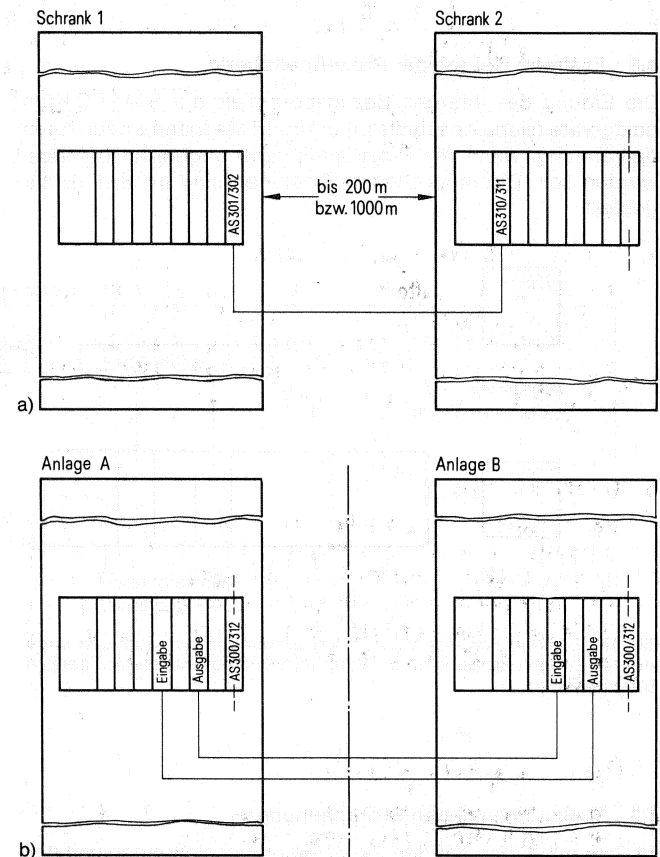

Bild 17 Signalaustausch bei dezentralem Aufbau
- Räumlich getrennte Anordnung (bis 200 m) von Zentral- und Erweiterungsgeräten mit Kopplung über Anschaltungen 301/310 (Bild 17 a).
- Räumlich getrennte Anordnung (bis 1000 m) von Zentral- und Erweiterungsgeräten mit serieller Kopplung über Anschaltungen 302/311 (Bild 17 a).
- Signalaustausch zwischen getrennten Anlagen über Ein- und Ausgabebaugruppen (Bild 17 b).